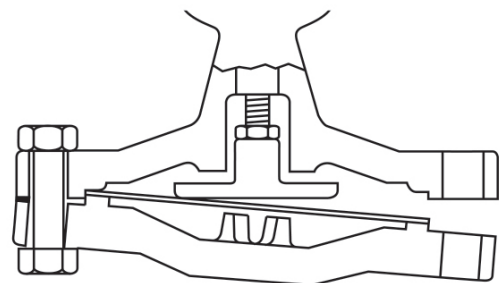

Fig. 10
2. Déposer le long raccord (32) après l'avoir dévissé.
3. Dévisser les boulons et écrous M12 (23) et déposer la chambre inférieure (22), les deux membranes en acier inoxydable (24), le plateau de la membrane et l'ensemble tige-poussoir (25, 26, 30).
5. Remettre en place le plateau de la membrane, l'ensemble tige-poussoir et fixer la chambre inférieure par les boulons de part et d'autre du raccord-union, voir Fig. 10. S'assurer que le téton est positionné dans son logement. S'assurer également que le téton de la tuyauterie de contrôle se trouve dans le trou prévu dans la chambre supérieure.
6. Glisser et positionner les deux membranes principales, voir Fig. 10.